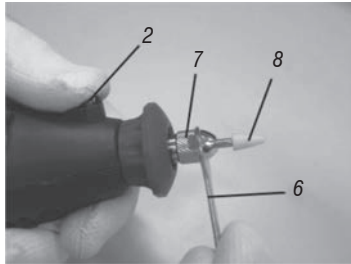

Fig. 3 – Instalación o extracción
3. Mientras sujeta la traba del eje (2) con la llave de boca (6), atornille la tuerca de fijación (7), fig.3;